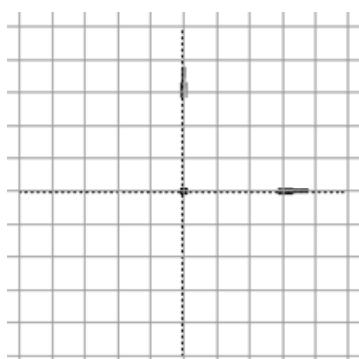

图 3.2.13 显示草图栅格
- **Show in 2D:** 选项：选中该选项，显示草绘栅格（图 3.2.13）。